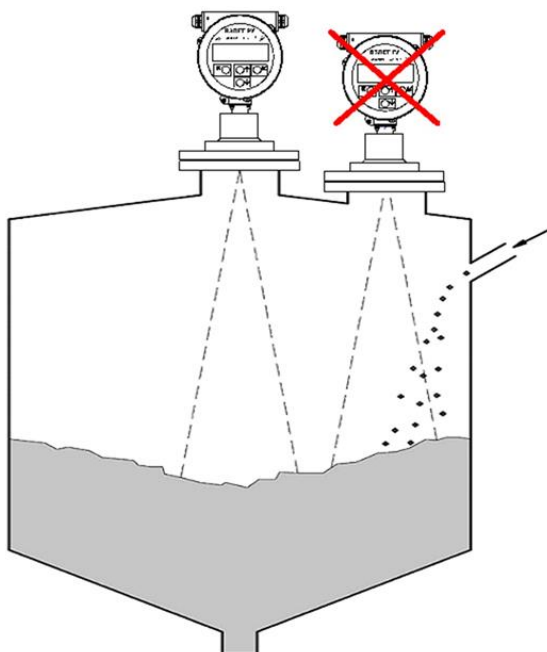

Рис.3. Установка прибора на резервуар с загрузкой продукта.
- 3.1.3.2. Не следует устанавливать прибор таким образом, чтобы поток заполняющего емкость продукта попадал в зону действия луча (рис.3); оптимально располагать прибор в стороне от места загрузки.